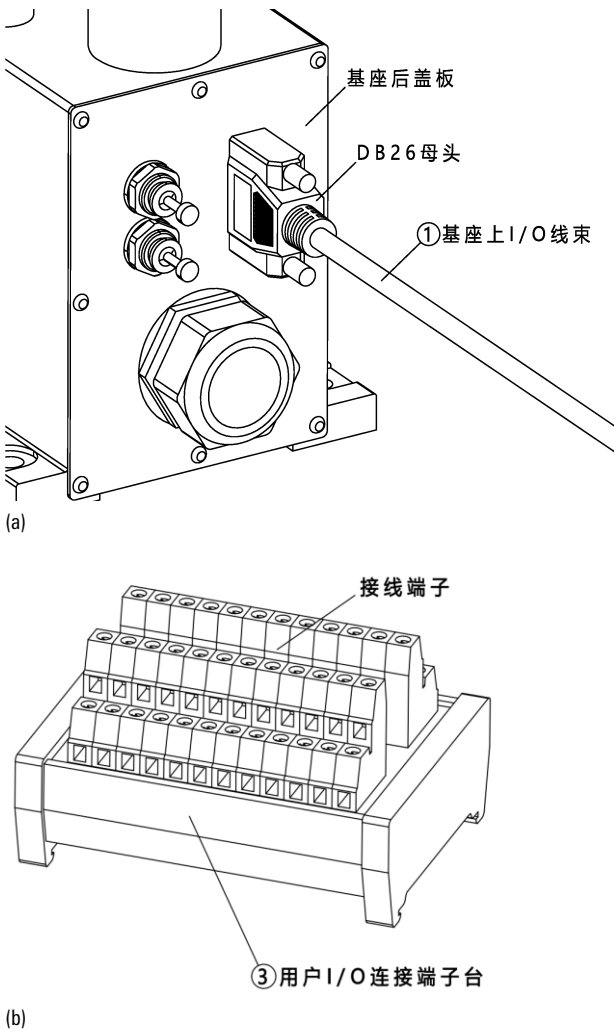

图 5-1 基座上 I/O 线束连接示意图
步骤1. 将①基座上 I/O 线束带有 DB26 母头的一端接在基座后盖板上的 DB 接口上，另一侧的散线端接在③用户 I/O 端子模块的接线端子上，该端子台作为 I/O 输入端（参考图 5-1）。